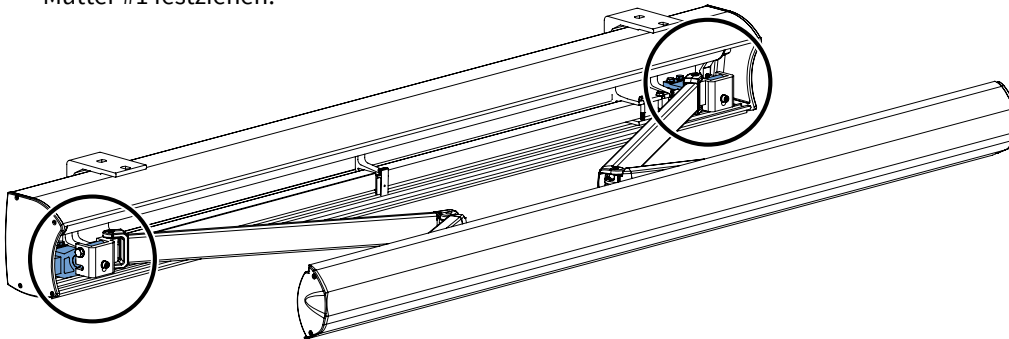

Abb. 6.1 Lage der Armverbindungen
1. Lassen Sie die Markise ganz auslaufen. Die Armverbindungen befinden sich links und rechts am Anfang der Gelenkarme (an der Kastenseite). Siehe Abbildung 6.1.